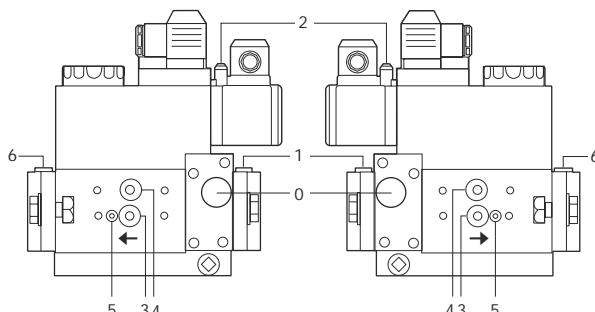

Fig. 22
- Limpie y controle de los filtros de las válvulas de gas (Fig. 22 y siguientes)